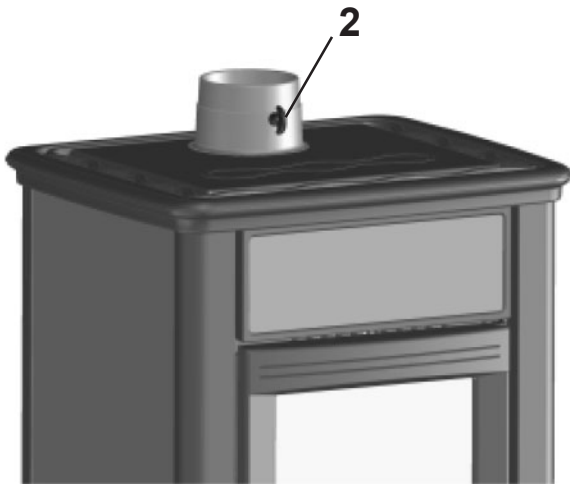

Fig. 6.3
- Ouvrir à fond la soupape des fumées (Fig. 6.3). Dans le modèle Federica ouvrir complètement le clapet des fumées en appuyant à fond sur le bouton de réglage. (fig. 3.2)
- Abrir completamente la válvula de humo (Fig. 6.3). En el modelo Federica abrir completamente el registro de humos presionando el pomo de regulación hasta el final. (fig. 3.2)